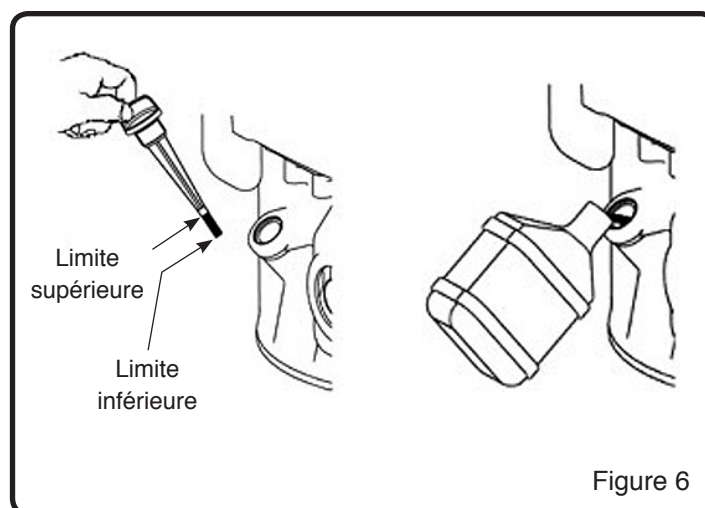

Figure 6
4. Lorsque le niveau d'huile est plein, l'huile sera située à la limite supérieure de la jauge graduée. Si le niveau d'huile est situé près ou sous la limite inférieure, il faut ajouter de l'huile. (Voir Figure 6)